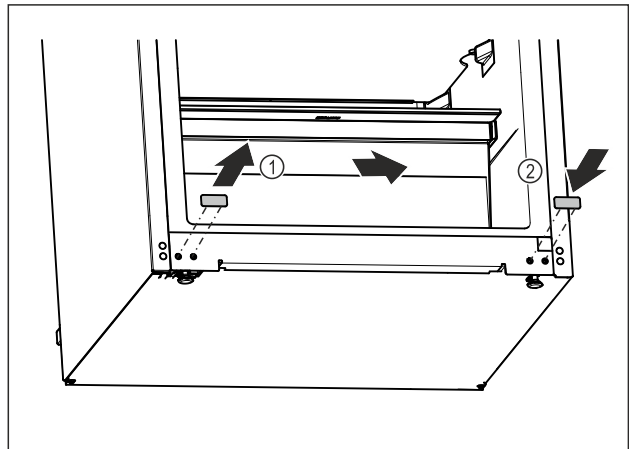

Fig. 16
- ▶ Izvlecite pokrivni čep. Fig. 16 (1)
- ▶ Pokrivni čep vstavite na nasprotni strani. Fig. 16 (2)